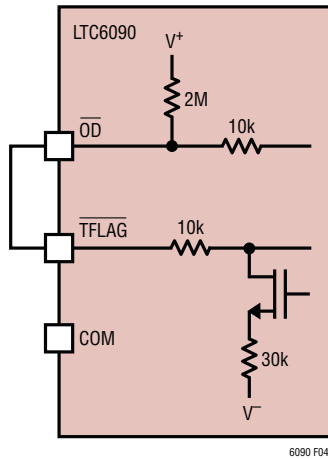

图 4：采用 TFLAG 引脚的自动热输出停用
- 正如已经指出的，假如  $COM$  引脚被浮置，则简单地将  $\overline{OD}$  连接至  $TFLAG$ （如图 4 中所示）就将实现热停机电路的正确运作，这与所选的电源电压无关。如果芯片温度达到  $145^\circ C$ ，那么输出级将被安全地停用。在该配置中，只要  $V^-$  被施加了比  $-3V$ （相对于地电位）更负的偏置电压，则  $COM$  引脚也可以连接至地以实现正确的热停机运作。